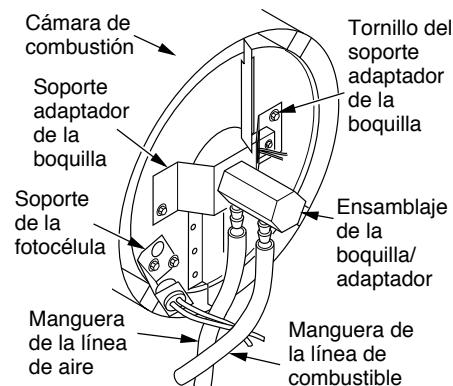

**Figura 24 - Boquilla y adaptador de la boquilla**
- Desmonte cuidadosamente la boquilla del adaptador de la boquilla utilizando una llave tubular de 5/8 pulgadas (consulte la figura 24).
- Vuelva a colocar la boquilla en el adaptador hasta que la boquilla se asiente. Apriete 1/3 de vuelta más usando una llave tubular de 5/8 pulgadas de 4.5 a 5.1 N·m (40 a 45 pulg-lb). Consulte la figura 24.